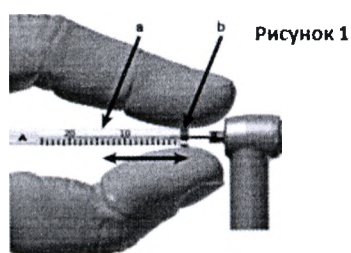

Рисунок 1
18. Закрепите рабочую длину канала, используя пластиковую трубку (a) для регулировки резинового ограничителя (b) (Рисунок 1).